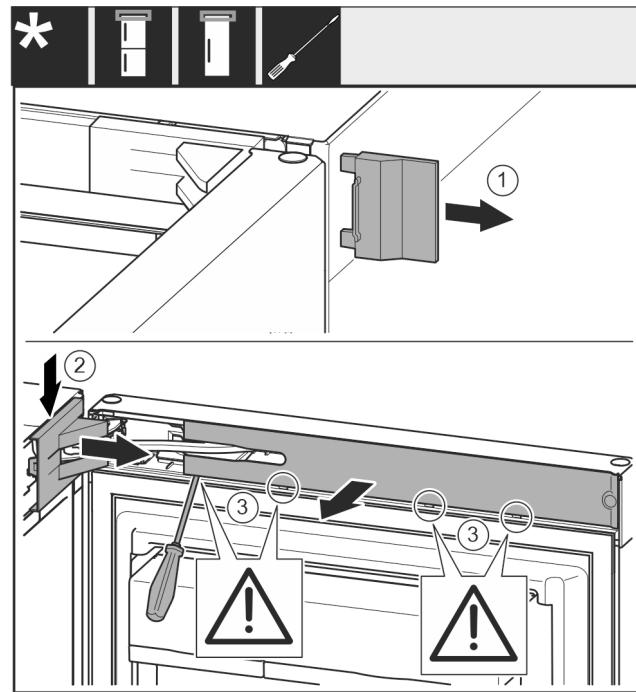

Fig. 10
- Abdeckung Fig. 10 (1) abnehmen.
► Lagerbockabdeckung Fig. 10 (2) ausrasten und lösen.
► Lagerbockabdeckung Fig. 10 (2) abnehmen.
► Blende Fig. 10 (3) mit Schlitzschraubendreher ausrasten und zur Seite schwenken.